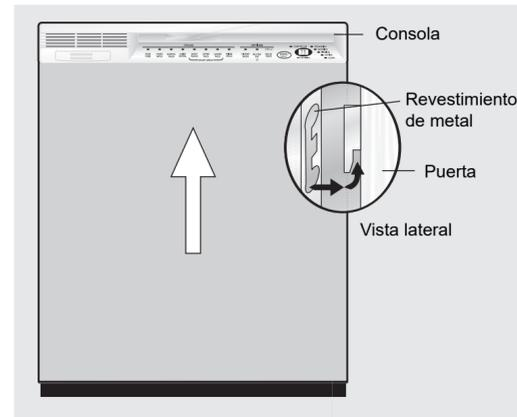

Figura 20
- Cuando esté listo para reemplazar la puerta, coloque las ranuras de cada lado del borde superior de la puerta sobre las orejetas del revestimiento de metal. Empuje en los lados para asegurarse de que la puerta quede plana. Empuje hacia arriba desde abajo hasta que no quede ningún espacio entre la puerta y la consola. Véase la figura 20.